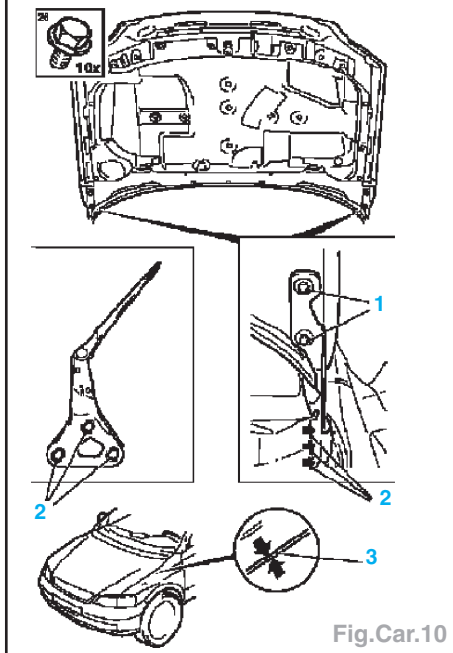

Fig.Car.10
- Respecter les cotes d'écartements au remontage (mm) (Fig.Car.10) :
- réglage du jeu par les vis (1),
- réglage de la hauteur par les vis (2).